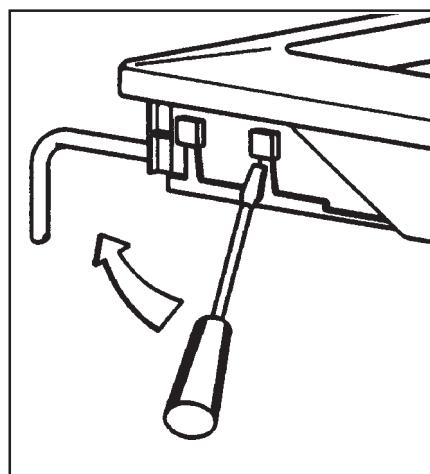

Рис. 4
2. слегка надавите и поднимите (Рис. 4)